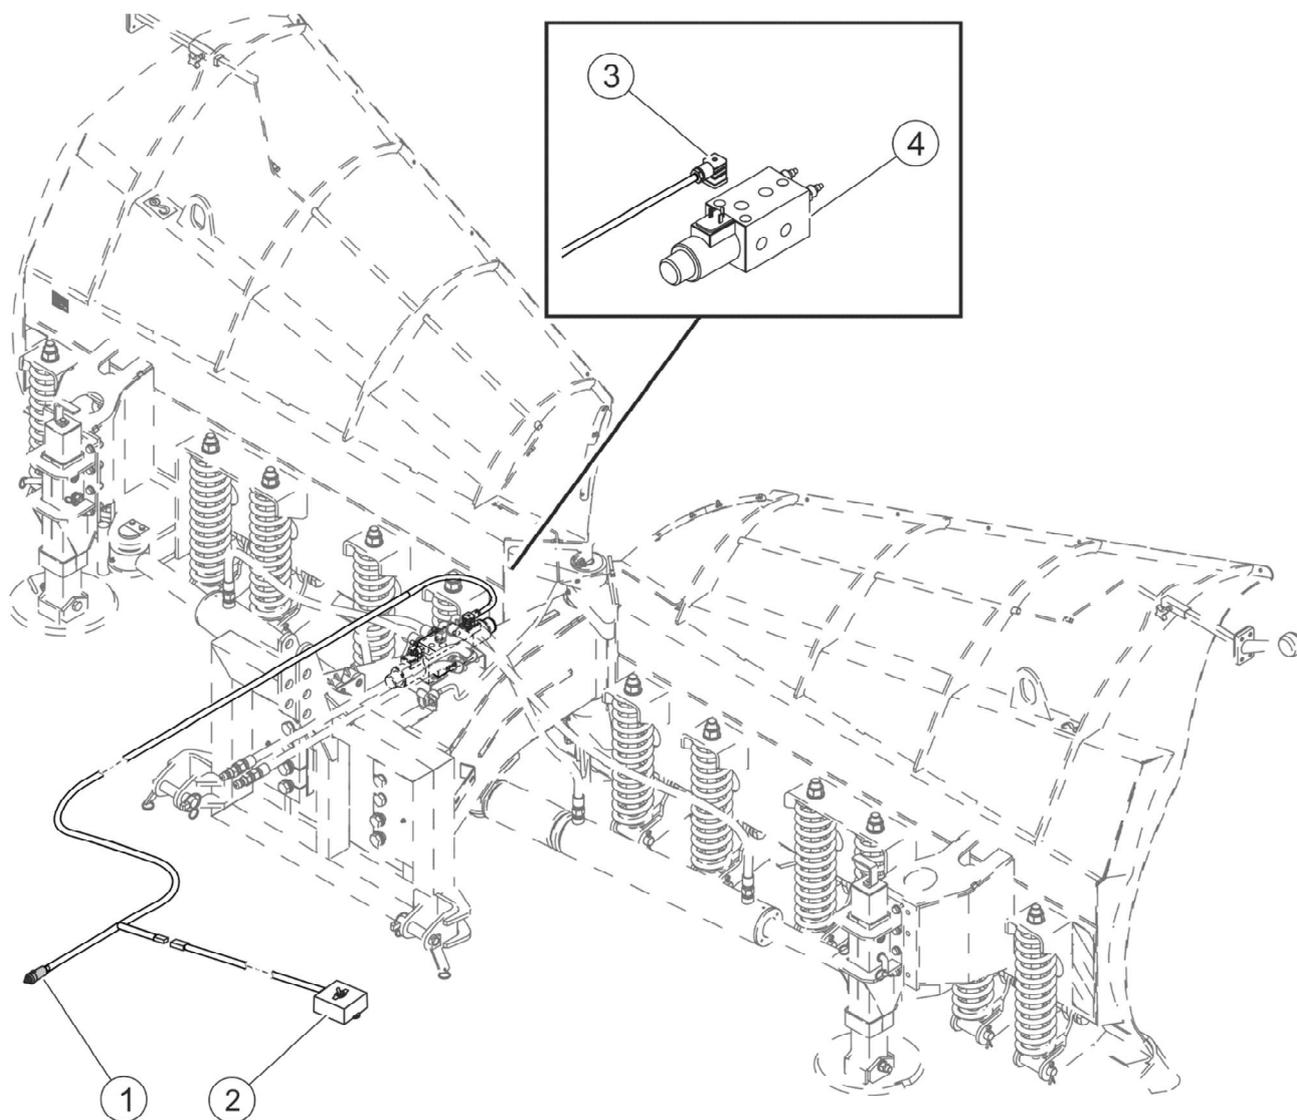
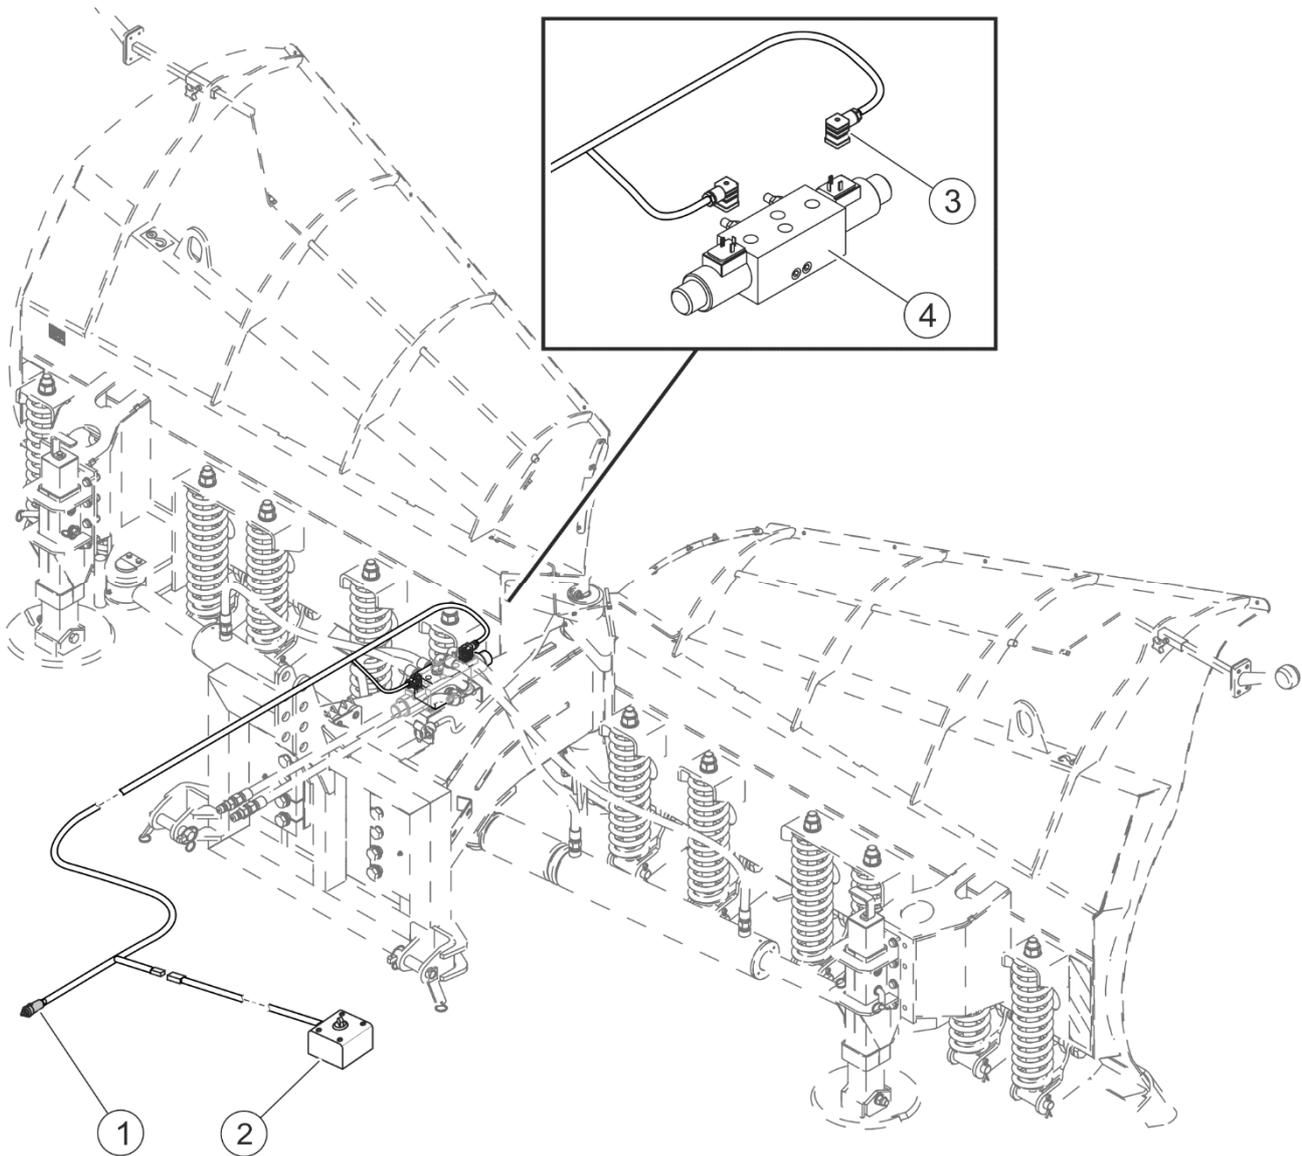

РИСУНОК 3.5 Устройство электрической системы управления электроклапаном (автономное управление)
РИСУНОК 3.6 Устройство электрической системы управления электроклапаном (автономное-одновременное управление)
(1) - прикуриватель; (2) - переключатель; (3) - разъем электроклапана;
(3) - электроклапан; (4) - электроклапан
Электрическая система (РИСУНОК 3.5, РИСУНОК 3.6) служит для управления гидравлическим электроклапаном (4) и питается от гнезда прикуривателя 12В или 24В (в зависимости от версии) в транспортном средстве.